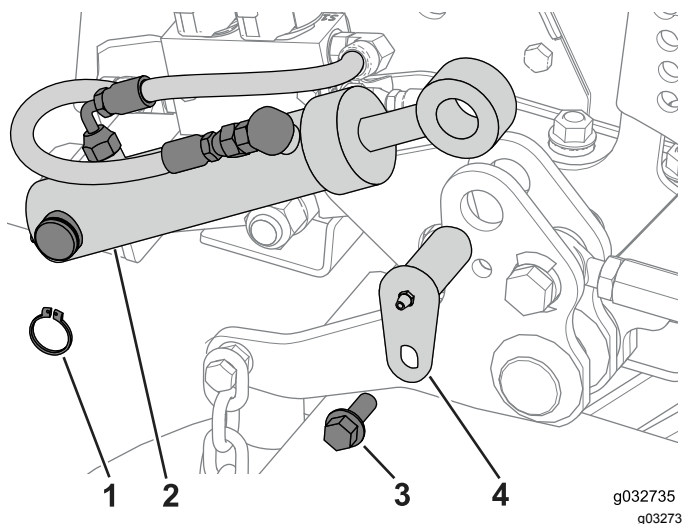

Figura 123
3. Utilice el anillo de retención, el perno de pivote y el perno para sujetar el cilindro de elevación de la carcasa al punto de giro (Figura 123).